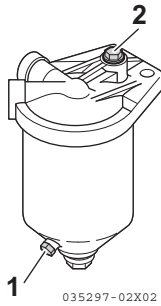

Figura 7
2. Afloje el tapón de drenaje (**Figura 7, (1)**) del separador de agua y vacíe toda el agua o suciedad acumulada en su interior. Deseche apropiadamente el agua y la suciedad recogidas.
3. Después del vaciado, apriete el tornillo de purga de aire (**Figura 7, (2)**).